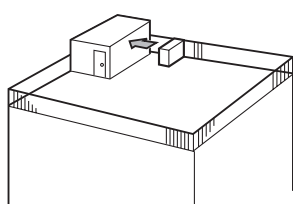

Fig. 2-4
- ① Ауа шығысын қабырғадан шамамен 500 мм болатындай ең жақын орналасқан қабырғаға қаратып беттеңіз. (Fig. 2-4)